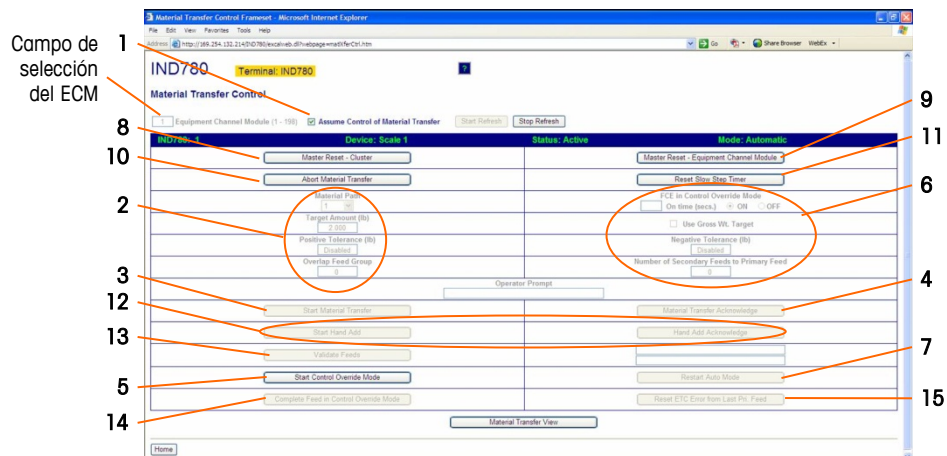

Figura 2-47: Control de transferencia de material
Equipment Channel Module (báscula, medidor de flujo o báscula de almacenamiento) que desea ver. Al igual que la página de parámetros de PAC, la página de transferencia de material muestra el estado y resultados para el Equipment Channel Module (ECM) seleccionado. Ingrese a la vista de control de transferencia de material (Figura 2-47) al hacer clic en el botón a la izquierda del campo de entrada de ECM, o regrese a la vista del índice haciendo clic en el botón inicio en la parte inferior izquierda.
La última página web única para la aplicación Q.i en el terminal IND780 es la vista de control de transferencia de material (Figura 2-47).
La Figura 2-47 muestra el sistema en modo automático. Esta vista es particularmente útil durante el inicio y la puesta en servicio. Desde aquí, es posible realizar una transferencia de material independiente del sistema de control del servidor PLC o DCS. Todos los parámetros necesarios pueden ingresarse y la transferencia puede iniciarse.
Ingrese el número de Equipment Channel Module (EC) para la transferencia de material. El ECM puede ser una báscula, un medidor de flujo o una báscula de almacenamiento. Luego, marque asumir **control en la casilla de transferencia de material** (No. 1, en la Figura 2-47). Ingrese el trayecto de material, cantidad objetivo y, opcionalmente, las tolerancias (2) deseados.